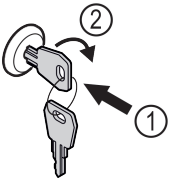

Fig. 170
- ▶ Пъхнете ключа Fig. 170 (1).
- ▶ Завъртете го на 90° по посока на часовниковата стрелка Fig. 170 (2).